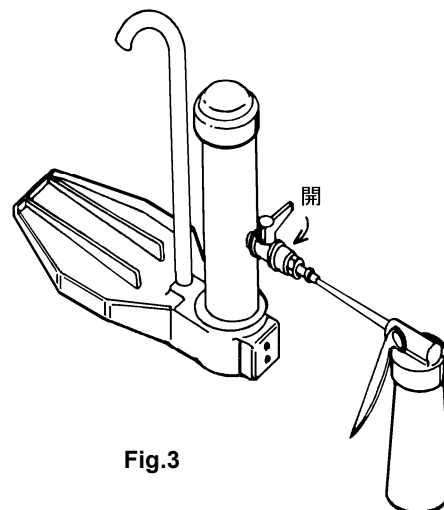

Fig.3
- 2) エア供給口に潤滑油を数滴（約0.5mL）注入します。(Fig.3)